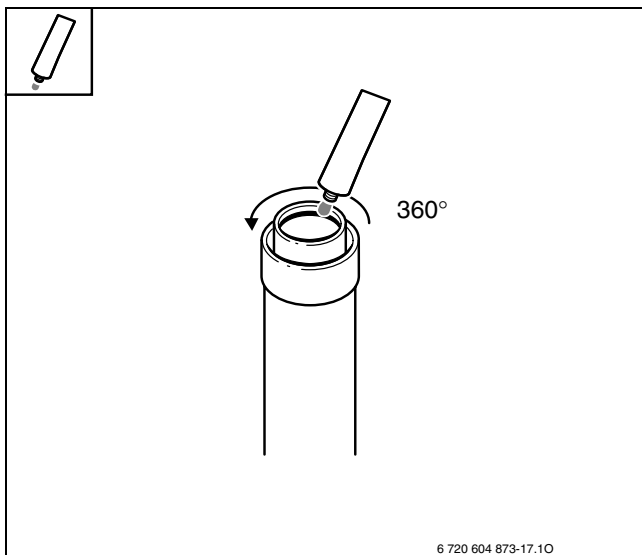

Рис. 29
►Злегка змастіть ущільнення газовивідної труби мастилом, що не містить розчинника (наприклад, вазеліном) (Рис. 29).